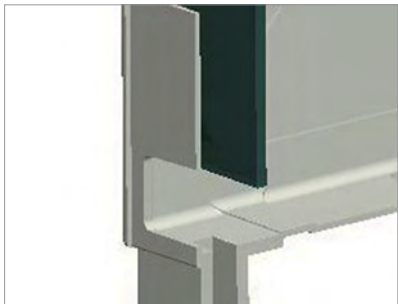

Рис. 3.4
- нижняя кромка пластины не должна перекрывать нижнее окно на задней стенке крышки (для крышек **SF250**, **SF250/S**, **SF300**) (рис. 3.4).